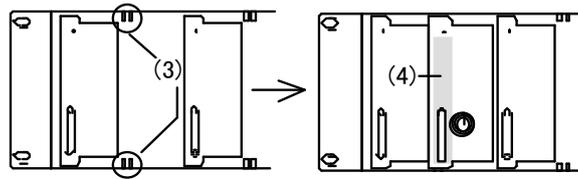

図 4-3 メインモジュールの挿入
- (4) 筐体正面のスロット内部に異物がないことを確認しメインモジュールを挿入します。
- ・図 4-3 (3)のスロットに、メインモジュールの基板を滑り込ませます。
- ・その際、図 4-3 (4)の辺り(正面パネルの左側)を押すようにしてください。